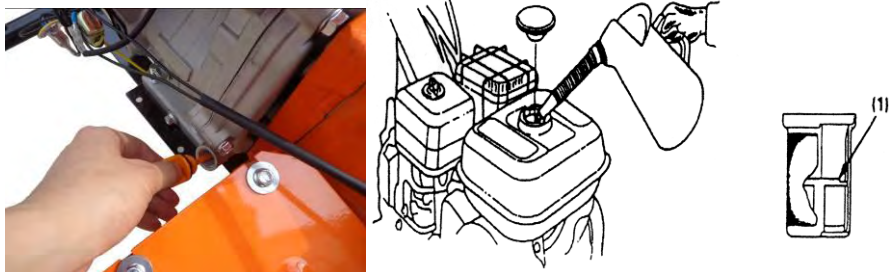

Figura 9
5. Reumpleți rezervorul cu ulei numărul 90. (vă rugăm să consultați figura 9)